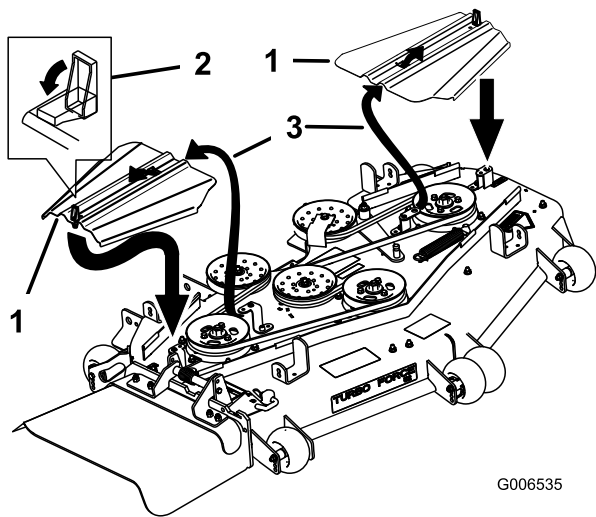

Figure 66
12. Posez les couvercles en les insérant dans la languette, vissez les boulons en place et fermez les fixations (Figure 66).